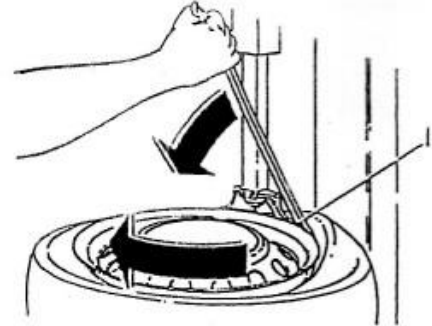
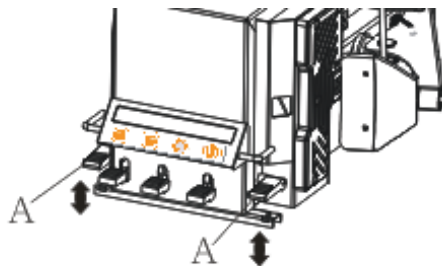

Abb. 17
Abb. 19
- Legen Sie den Reifen-Heber zwischen den Reifen und den vorderen Teil des Montagekopfs. Folgend platzieren Sie den Rand des Reifens über den Montagekopf (Abb. 17).
- Mit dem Reifen-Heber (Abb. 17) in dieser Position, lassen Sie die Drehscheibe im Uhrzeigersinn drehen durch Druck auf Pedal A (Abb. 19) aus zu üben, Der Reifen löst sich von der Felge solange Sie die Pedale bedienen und die Scheibe dreht!
- Drücken Sie den Reifen von Hand nach unter in die Felge. Bedienen Sie derweil Pedal A (Abb. 19) um die Drehscheibe im Uhrzeigersinn zu führen bis die Felge den Reifen vollständig umschließt. (Abb.22A).